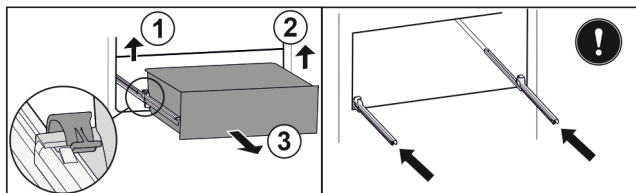

Fig. 29 *
- ▶ Zvedněte levou svorku a současně vytáhněte zásuvku vlevo dopředu Fig. 29 (1)*
- ▶ Zvedněte pravou svorku a současně vytáhněte zásuvku vpravo dopředu Fig. 29 (2)*
- ▶ Zásuvku odeberte směrem dopředu Fig. 29 (3)*